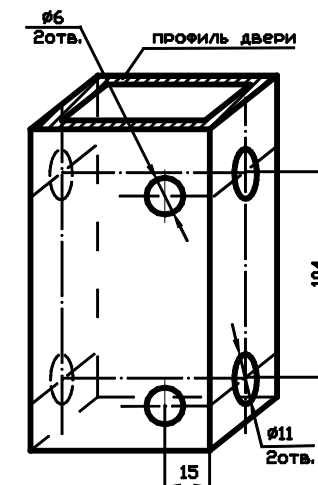

Рис.3
2. Сделайте разметку на двери и просверлите отверстия как показано на Рис.3. Отверстия Ø11 сверлятся в обеих стенках прямоугольного профиля (в деревянной двери на глубину 50мм). Отверстия Ø6мм сверлят только в одной стенке прямоугольного профиля.